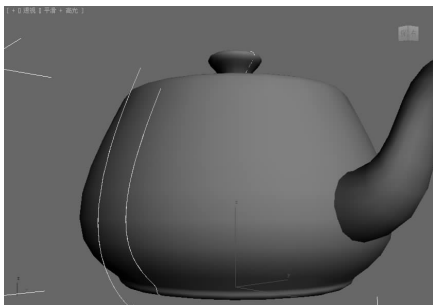

图 5-70 创建表面偏移曲线 ▲
-  (创建表面偏移曲线): 偏移表面上的曲线, 如图 5-70 所示。